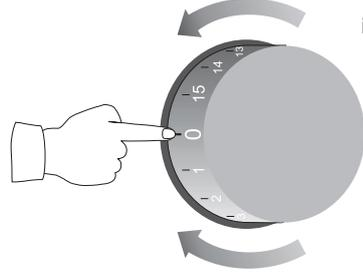

Fig. 8
15. После завершения пользования, всегда устанавливайте маховик программатора в положение 0 и закройте приток воды (см. Рис. 8 и 12).